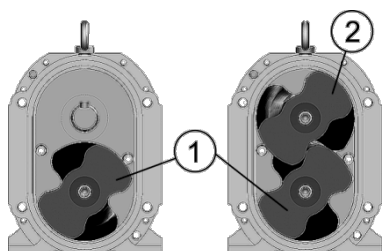

Figure 6.3.3-2
- Tournez les arbres de manière que les clavettes (12) soient à 12 heures.
- Installez le lobe hélicoïdal gauche (1, fig. 6.3.3-2) en bas.
- Assurez-vous que la clavette supérieure (12) est encore à 12 heures et ne s'est pas déréglée.
- Installez le lobe droit (2, fig. 6.3.3-2) en haut.